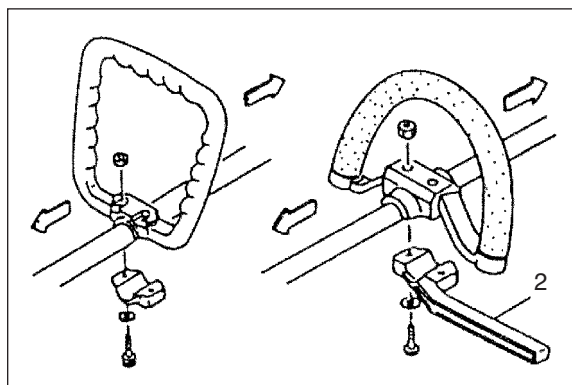

Fig.1-2
Använd alltid spärstäng (2) och säkerhetssele med remhandtag, när en styv stälklinga används på grässtrimmer eller buskklippare med en rak skaft. (Fig.1-2, 1-2B)